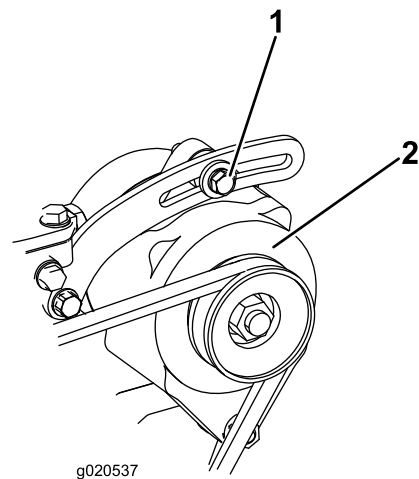

Figure 85
Vérifiez l'état et la tension de la courroie (Figure 85) toutes les 100 heures de fonctionnement.
2. Si vous n'obtenez pas une flèche de 10 mm ( $\frac{3}{8}$  po), desserrez les boulons de fixation de l'alternateur (Figure 85). Augmentez ou diminuez la tension de la courroie et resserrez les boulons. Contrôlez de nouveau la flèche de la courroie pour vérifier si la tension est correcte.